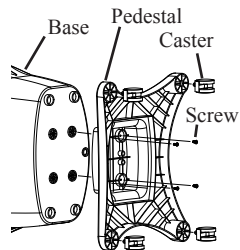

Fig. 1
**CAUTION: Do not damage hose connecting pump to media frame.** Cut the cable ties holding pedestal to frame of unit and remove pedestal. Remove the casters from the underside of the pedestal. To install the pedestal, turn the unit on it's side. Line up the bosses on the pedestal to the bosses on the base of the unit (see fig. 1). Use the four provided screws to attach the pedestal to the base of unit. Press the stem casters into each corner hole of pedestal, installing the 2 locking casters on the front and the 2 non-locking on the back side.
Desempaquete la unidad y quite la armazón del medio evaporativo para tener acceso al pedestal y a 4 ruedas. Véase la sección de conservación para instrucciones de quitar la armazón. **PRECAUIÓN: No dañe el tubo de agua conectado a la armazón del medio.** Corte las abrazaderas plásticas que sostienen el pedestal al marco de la unidad y quite el pedestal. Quite las ruedas del base del pedestal. Para instalar el pedestal, ponga la unidad por su lado. Alinése a los resaltes moldeados en el pedestal a los resaltes moldeados en la base de la unidad (véase fig. 1). Utilice los cuatro tornillos proporcionados para fijar el pedestal a la base de la unidad. Presione los vástagos de las ruedas dentro de los agujeros de cada esquina del pedestal. Instale las ruedas con freno al frente y los sin freno en el lado trasero.